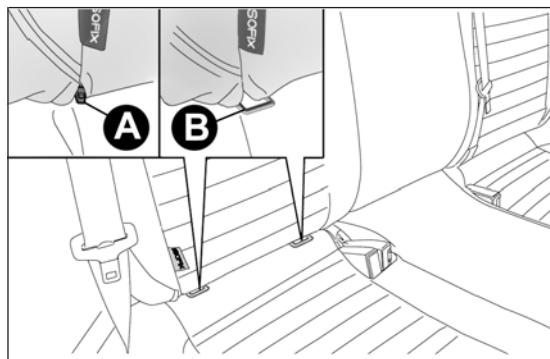

fig. 112
- ❑ aggancia il seggiolino agli appositi anelli inferiori metallici B fig. 112, posizionati all'interno dello schienale del sedile posteriore (per accedere agli anelli solleva verso l'alto la cerniera A);